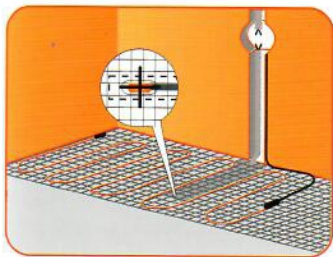

Рисунок 3
9. Уложите нагревательный мат. проследите, чтоб место расположения датчика температуры оказалось на равном расстоянии между витками нагревательного кабеля (рисунок 3).
10. Выведите установочные провода «ONHEAT», к месту расположения терморегулятора через канавку, подготовленную в стене (рисунок 3). Проверьте отсутствие обрывов. Для проверки повреждений нагревательного мата и датчика температуры в процессе укладки необходимо обязательно измерьте сопротивление нагревательного мата и датчика температуры. Их значение должны соответствовать паспортным данным.